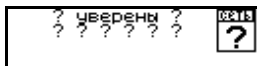

Рис. 32. Подтверждение очистки памяти.
4. Если хотите продолжить работу без удаления результатов нажмите кнопку ◀ или ▶. Для подтверждения удаления данных из памяти нажмите и удерживайте в течении двух секунд кнопку ▼ (рис. 32).